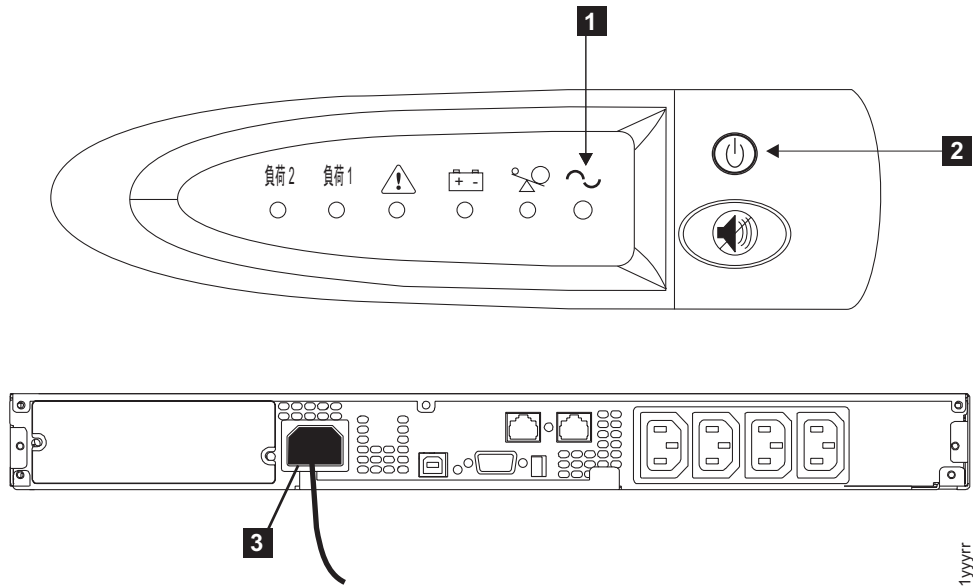

図 247. 2145 UPS-1U のフロント・パネルと背面パネル
2. オン/オフ・ボタン **2** を、電源ライト **1** が消えるまで (約 5 秒) 押し続けます。2145 UPS-1U の一部のバージョンでは、オン/オフ・ボタンを押すために、ねじ回しのような先の尖った道具が必要な場合があります。2145 UPS-1U は待機モードになり、すべてのインディケーターがオフになります。286 ページの図 247 は、2145 UPS-1U の前面図と背面図を示しています。